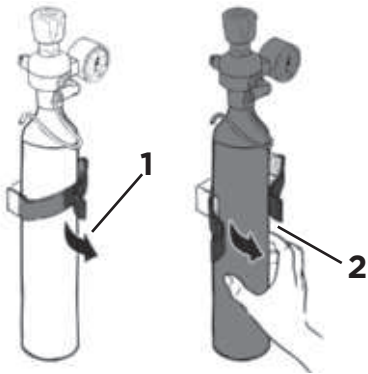

Abb. 22
2. Nehmen Sie den CO2-Zylinder aus der Wandhalterung (Abb. 22/1, 2). Halten Sie den CO2-Zylinder dabei senkrecht.